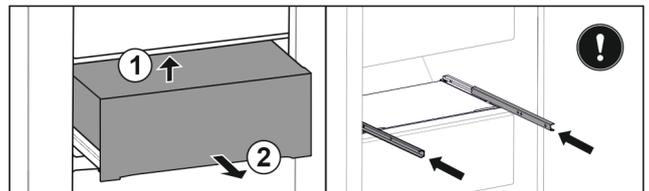

Fig. 37 *
- Sollevare dal basso sul lato posteriore Fig. 37 (1)*
- Rimuovere tirando in avanti Fig. 37 (2)*